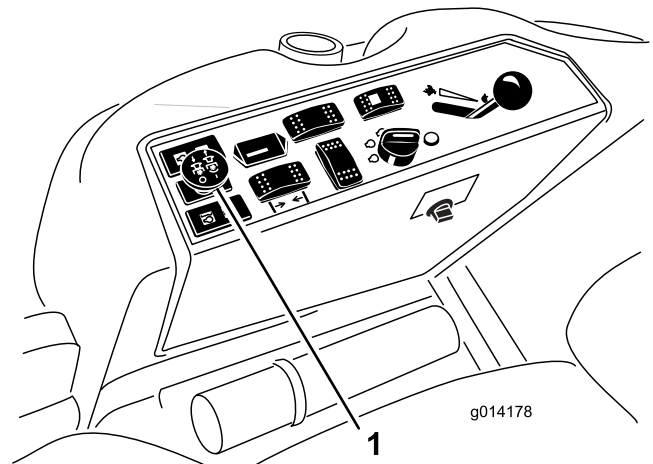

Figura 17
3. Tire del mando de la toma de fuerza para engranarla (Figura 17).